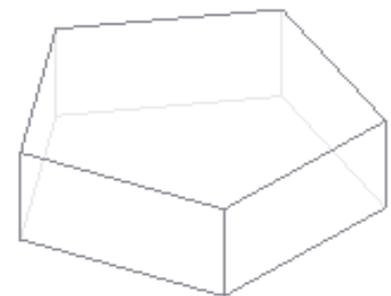

Рис. 5.34
5. Применим к полученному пятиугольнику  **Операцию выдавливания**. В окне **Расстояние** зададим **50**, а **Направление** – **Прямое**. Результат выдавливания показан на рис. 5.34. Здесь применен каркасный способ отображения модели с прорисовкой невидимых ребер тонкими линиями.